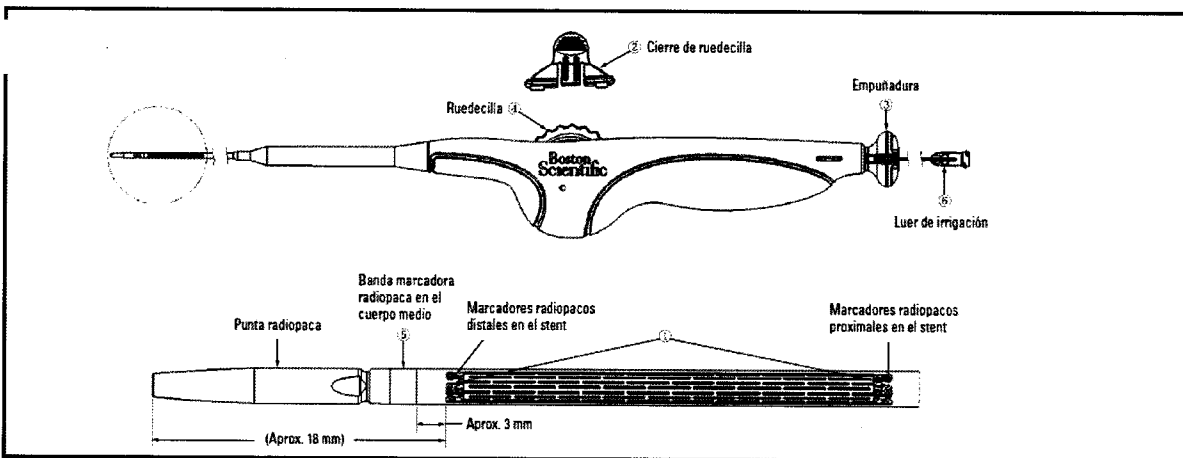

Figura 4. Sistema introductor del stent
6. No retire el cierre de ruedecilla ② antes del despliegue. La extracción prematura del cierre de ruedecilla puede producir un despliegue no intencionado del stent.
7. Acople una jeringa de 10 ml (10 cc) con solución salina al luer de irrigación ⑥ en el mango. Aplique presión positiva. Siga irrigando hasta que la solución salina aparezca en el extremo distal del lumen de la guía. Extraiga el luer de irrigación ⑥ (para ello, tire de la jeringa o del mismo luer de irrigación ⑥) (consulte la figura 4).